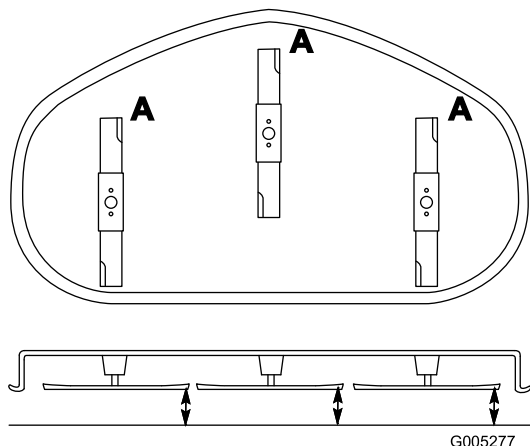

Figura 37
2. Gire las cuchillas hasta que los extremos estén orientados hacia adelante y hacia atrás (Figura 37). Mida desde una superficie nivelada hasta el filo de corte, posición A, de las cuchillas (Figura 37). Anote esta dimensión.